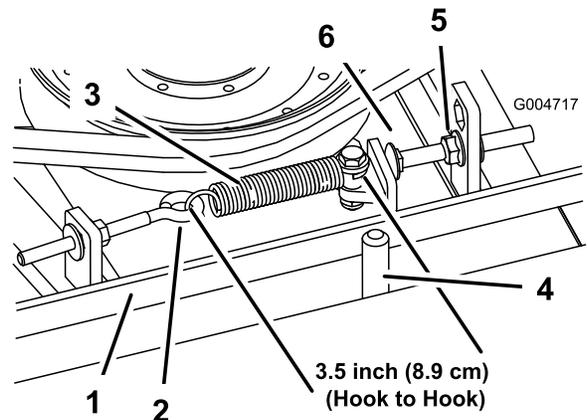

Figura 96
Cuando está correctamente tensado, la longitud en el interior del muelle de extensión (entre ganchos) debe ser de $8,9 \text{ cm} \pm 0,63 \text{ cm}$ aproximadamente. Una vez que haya obtenido la tensión correcta del muelle, ajuste el perno de tope (perno de cuello cuadrado) hasta que quede aproximadamente $0,32 \text{ cm} \pm 0,152 \text{ cm}$ de holgura entre la cabeza del perno y el brazo tensor (Figura 96).
Nota: Asegúrese de que la correa está colocada en el lado del muelle de la guía de la correa (Figura 96).
2. Afloje el perno de ojal para poder retirar el muelle de extensión (Figura 96).
3. Afloje la tuerca con arandela prensada que fija el perno de tope a la pletina de montaje. Desenrosque la tuerca lo suficiente para permitir que el brazo tensor pase por el perno de tope (Figura 96). Aleje la polea tensora de la correa para aliviar la tensión de la correa.
8. Vuelva a conectar el muelle de extensión (Figura 96) al perno de ojal y tense la correa de la siguiente manera: